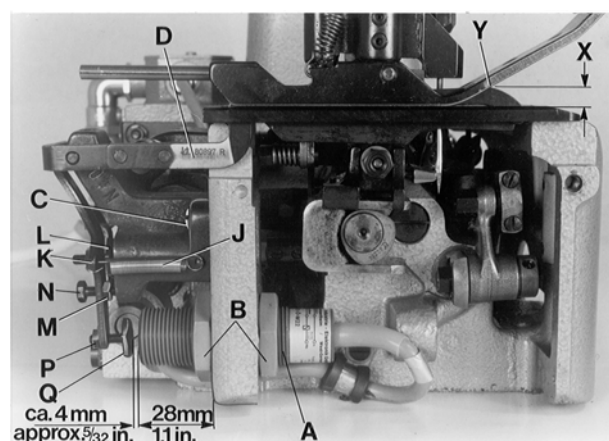
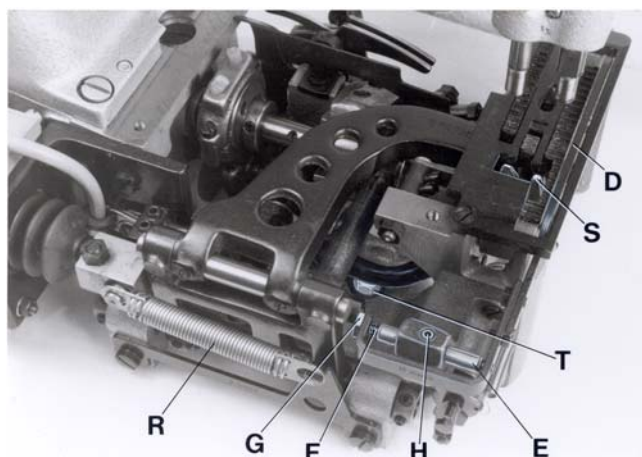

Fig. 14
Fig. 15
Remove cloth plate and left end cover. Mount the electronic proximity switch (A, Fig. 14) to the dimension of 28 mm (1.1"), as shown in Fig. 14.
The feeler (D, Figs. 14 and 15) is adjusted initially with the two fastening screws (C, Fig. 14) for the feeler support bracket.
The feeler (D, Figs. 14 and 15) should not have any lateral play but should turn readily. For this, adjust the centering shaft (E, Fig. 15) with centering screw (F) and lock nut (G) accordingly.
Loosen screw (H, Fig. 15) and center the feeler (D) in the throat plate and presser foot slot, by moving the centering shaft (E) laterally. The feeler must turn readily. Retighten screw (H).
Hang in tension spring (J, Fig. 14).
The feeler should be set as high as possible. The dimension (X, Fig. 14) between upper throat plate surface and upper edge of feeler at the bag entrance zone, should not be less than 7 mm (.270") on styles 80800R, RL, S and SL, and not less than 7 mm (.290") on styles 80800TL, TAL, U, UA, UL and UAL.
For adjustment loosen nut (K, Fig. 14) and turn-off screw (L), so that the head of screw does not contact the magnet in the feeler support bracket. Loosen nut (M) and turn the feeler stop screw (N) in or out, as required, to adjust the correct feeler height.
NOTE: When the presser foot rests on the throat plate (feed dog below throat plate), the distance between upper edge of feeler and lower edge of the feeler slot cut-out in the presser foot (see Y, Fig. 14) should be approx. 1 mm (.040") on styles 80800R, RL, S and SL, and approx. 2 mm (.080") on styles 80800TL, TAL, U, UA, UL and UAL.
Secure the set feeler height with lock nut (M, Fig. 14).
Entfernen Sie die Stoffplatte und das linke Abschlußblech. Montieren Sie den elektronischen Annäherungsschalter (A, Fig. 14), wie in Fig. 14 gezeigt, auf das Maß 28 mm.
Mit den beiden Befestigungsschrauben (C, Fig. 14) für den Taster-Lagerbock wird der Taster (D, Fig. 15 und 15) vorläufig ausgerichtet.
Der Taster (D, Fig. 15 und 15) darf kein seitliches Spiel haben, muß sich aber ganz leicht drehen. Stellen Sie dazu die Zentrierachse (E, Fig. 15) mit dem Zentrierstift (F) und die Zentrierachse (E, Fig. 15) mit dem Zentrierstift (F) und der Kontermutter (G) entsprechend ein.
Lösen Sie die Schraube (H, Fig. 15) und vermitteln Sie den Taster (D) durch seitliches Verschieben der Zentrierachse (E) im Stichplatten- und Drückerfußschlitz. Der Taster muß sich frei bewegen können. Ziehen Sie die Schraube (H) wieder an. Hängen Sie die Zugfeder (J, Fig. 14) ein.
Der Taster soll so hoch wie möglich eingestellt sein. Das Maß (X, Fig. 14) zwischen Stichplattenoberfläche und Tasteroberkante in der Sackeinlaufzone darf bei den Maschinen 80800R, RL, S und SL nicht kleiner als 7 mm und bei den Maschinen 80800TL, TAL, U, UA, UL und UAL nicht kleiner als 7,5 mm sein.
Zur Einstellung lösen Sie die Mutter (K, Fig. 14) und drehen die Schraube (L) soweit zurück, daß der Schraubenkopf den Magneten im Taster-Lagerbock nicht berühren kann. Lösen Sie die Mutter (M) und drehen Sie die Taster-Anschlagschraube (N) entsprechend ein oder aus bis die richtige Tasterhöhe erreicht ist.
BEACHTEN SIE: Wenn der Drückerfuß auf der Stichplatte aufliegt (Transporteur unter der Stichplatte), soll zwischen Oberkante Taster und Unterkante Tasterausparung im Drückerfuß (siehe Y, Fig. 14) bei den Maschinen 80800R, RL, S und SL ein Abstand von etwa 1 mm und bei den Maschinen 80800 TL, TAL, U, UA und UAL ein Abstand von etwa 2 mm sein.
Sichern Sie die eingestellte Tasterhöhe durch Kontern der Mutter (M, Fig. 14).
The switching pressure on the feeler is set with screw (K, Fig. 14).
NOTE: The closer the head of screw (K, Fig. 14) to the magnet the higher the switching pressure on the feeler. Secure the position of screw (K) with lock nut (L).
The electrical switching point of the proximity switch (A, Fig. 14) is determined by screw (Q, Fig. 14). The distance between screw head and the face of the proximity switch is approx. 4 mm (5/32") (see Fig. 14), when the feeler is in home position. This distance of 4 mm (5/32") is not exactly the same for all switches. Connect the machine electrically. With feeler in home position set the proper switching point as follows:
Loosen nut (P, Fig. 14). Turn screw (Q) away from switch, until the switch switches on. Then turn screw (Q) slowly towards the switch, until the switch switches off. Now turn screw (Q) a further 1/2 turn towards the switch. Secure this position of screw (Q) with lock nut (P).
When the solenoid on styles 80800R and S or the air cylinder on styles 80800RL and SL for the chain cutter (S, Fig. 15) is not activated and the chain cutter is in its home position below the throat plate, the knife tips of the chain cutter (S) should be positioned 0.5 mm (.020") below the throat plate top surface.
To obtain this setting, adjust the knife lever stop screw with lock nut (T, Fig. 15) in the bottom of the bed casting accordingly. The slotted thread end of screw (T) is accessible from the bottom of the bed casting for adjustment.
In cutting position, above the throat plate, the cutting edges of the chain cutter (S, Fig. 15) should overlap by 0.3 mm (.012") to assure a proper thread chain cutting.
On styles 80800R and S with solenoid operated chain cutter the core of solenoid (C, Fig. 16) must rest firmly on the solenoid (D) while adjusting the overlapping of the knife cutting edges of the chain cutter. Unhook pull-back spring (R, Fig. 15) and press the solenoid rod against the solenoid until the core of solenoid (C, Fig. 16) butts on the solenoid (D). Loosen nut (A, Fig. 16) and move clamp (B) on the solenoid rod to the left or right, until the cutting edges overlap approx. 0.3 mm (.012"). Retighten nut (A) and replace pull-back spring (R, Fig. 15).
Der Schaltdruck am Taster wird mit der Schraube (K, Fig. 14 eingestellt.
BEACHTEN SIE: Je näher der Schraubenkopf der Schraube (K, Fig. 14) am Magneten ist, umso höher ist der Schaltdruck am Taster. Sichern Sie die Stellung der Schraube (K) durch Kontern der Mutter (L).
Mit der Schraube (Q, Fig. 14) wird der elektrische Schaltpunkt des Annäherungsschalters (A, Fig. 14) bestimmt. Der Abstand zwischen Schraubenkopf und Stirnfläche des Annäherungsschalters beträgt in Ruhestellung des Tasters etwa 4 mm (siehe Fig. 14). Dieser Abstand von 4 mm ist nicht bei allen Schaltern genau gleich. Schließen Sie die Maschine elektrisch an. Der genaue Schaltpunkt wird in Ruhestellung des Tasters wie folgt eingestellt: Lösen Sie die Mutter (P, Fig. 14). Drehen Sie die Schraube (Q) vom Schalter weg bis der Schalter einschaltet. Dann drehen Sie die Schraube (Q) langsam zum Schalter hin, bis der Schalter ausschaltet. Drehen Sie dann die Schraube (Q) noch 1/2 Umdrehung weiter zum Schalter hin. Sichern Sie die Stellung der Schraube (Q) durch Kontern der Mutter (P).
Wenn der Elektromagnet bei den Maschinen 80800R und S, oder der Luftzylinder bei den Maschinen 80800RL und SL für die Kettenschere (S, Fig. 15) nicht aktiviert ist und die Kettenschere in ihre Ausgangslage unter der Stichplatte ist, sollen die obersten Messerkanten der Kettenschere (S) etwa 0,5 mm unter der Stichplattenoberfläche stehen.
Stellen Sie dazu die Messerhebel-Anschlagschraube mit Kontermutter (T, Fig. 15) unten im Gehäuseguß entsprechend ein. Das geschlitzte Gewindeende der Schraube (T) ist zur Einstellung von der Unterseite des Gehäuse aus zugänglich.